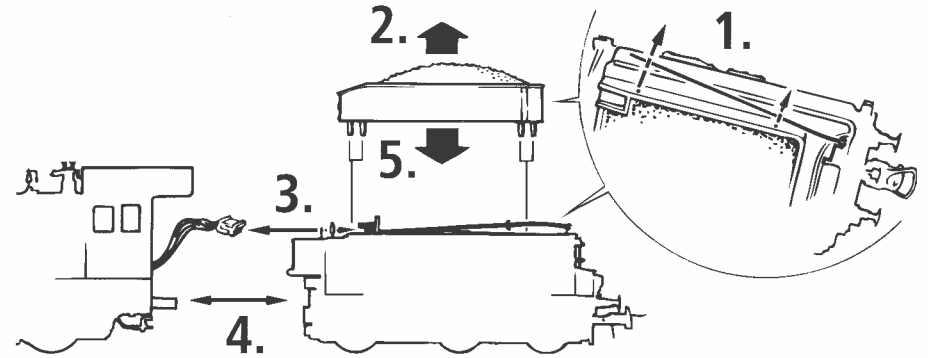

Fig. 4
2. Schmierung: Versehen Sie die im Schmierplan in Fig. 10 gekennzeichneten Stellen mit nur **kleinen Öltropfen**. Dazu zuerst das Lok- bzw. Tendergehäuse abnehmen (Fig. 4, Fig. 5). Wir empfehlen den ROCO **Öler Art.-Nr. 10906**. Fürs Schmieren der Getriebeteile (Zahnräder, Schnecke) empfehlen wir das **ROCO-Spezialfett Art.-Nr. 10905**. Im Falle der Schmierung diese Teile **nicht ölen**.
3. Lämpchenwechsel: Bitte nehmen Sie zuerst das Lokgehäuse bzw. das Tendergehäuse ab (Fig. 4, Fig. 5). Danach können Sie die **Lämpchen** wechseln (Fig. 8, Fig. 8).
2. Lubrication: Apply **tiny oil drops** to spots marked in fig. 10. Prior to lubrication dismantle the loco body or the tender body (fig. 4, fig. 5). We recommend using item no. **10906, Roco oiler**. For lubrication the gearparts (e.g. cogwheels, worm) we would recommend our Roco **special grease** (item no. **10905**).
3. Change of lights: First remove loco body and the tender body (fig. 4, fig. 5) and then change lights (fig. 8, fig. 8).
4. Steam generator application: First remove the loco body (fig. 4) and then push in the Seuthe steam generator no. 10 (running in digital mode: use no.11) (fig. 7).
2. Graissage: N'appliquez **qu'une toute petite goutte** aux endroits indiqués par le plan de graissage (fig. 10) après avoir démonté la caisse du locomotive/tender (fig. 4, fig. 5). Nous vous recommandons **le graisseur à huile Roco réf. 10906**. Pour graisser les engrenages (roues dentées, vis sans fin) nous vous conseillons la **graisse spéciale Roco réf. 10905** pour engrenages en matières synthétiques. Lorsque vous utilisez cette graisse il faut éviter d'huiler ces composants.
3. Remplacement des ampoules: Veuillez démonter d'abord la caisse de votre locomotive et la caisse du tender (fig. 4, fig. 5) puis vous pouvez **échanger les ampoules** (voir fig. 8, fig. 8).
4. Emploi d'appareil fumigène: Veuillez démonter d'abord la caisse de votre locomotive (fig. 4) et introduisez ensuite le fumigène au chassis (fig. 7) **Attention:** Le fumigène Seuthe n° 10 n'est à utiliser qu'en exploitation classique >>>analogue<<<. Pour une locomotive munie d'un décodeur de commande numérique faites appel au fumigène Seuthe n° 11!